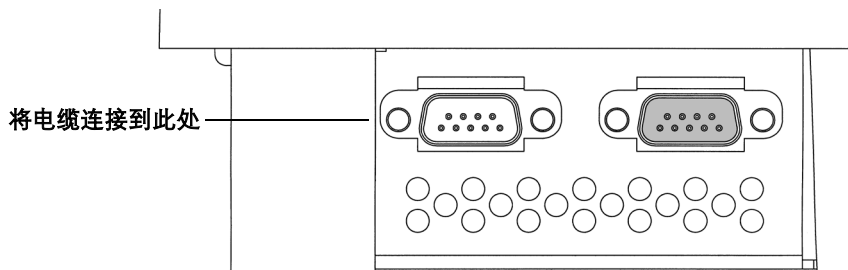

图 25 连接电缆
- 4 将电缆绕到托盘背面，并将其连接到 **Bar code**（条形码）插座中。将两颗固紧螺钉拧紧。请参阅图 25。